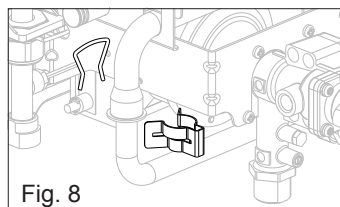

Fig. 8
- Rimuovere la clip che fissa il tubo gas al collettore (fig. 8)